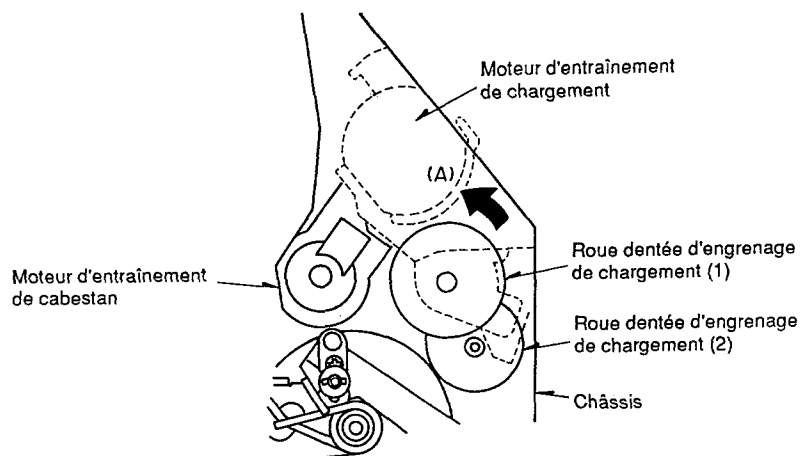

Fig. 2
2. Quand le moteur d'entraînement de chargement ne fonctionne pas normalement (Fig. 2)
2. Faire tourner la roue dentée d'engrenage à came de la figure 2 à la main en agissant dans le sens indiqué par la flèche (A)